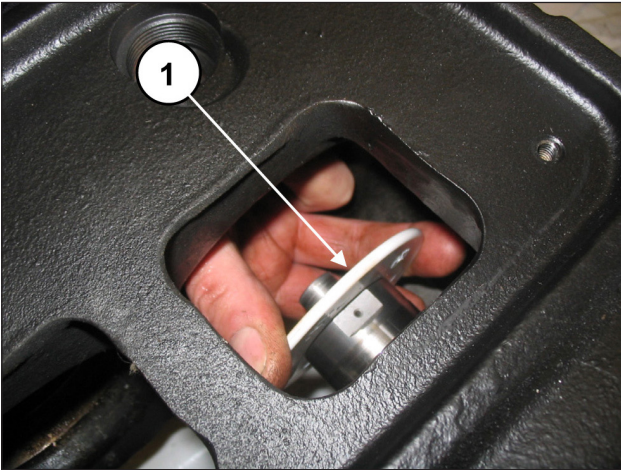

Abb. 156
Entfernen Sie die Spritzschutzringe von den Kolbenführungen (Pos. ①, Abb. 156).